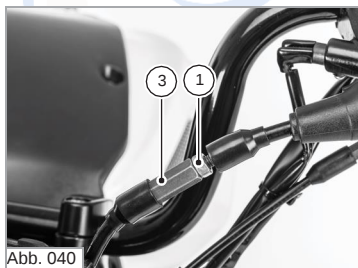

Abb. 040
- Um das Spiel des Kupplungshebels zu ändern, lösen Sie die Muttern des Hauptreglers (1) und (3) (Abb. 040). Dann können Sie die Links-Rechts-Einstellung frei vornehmen.